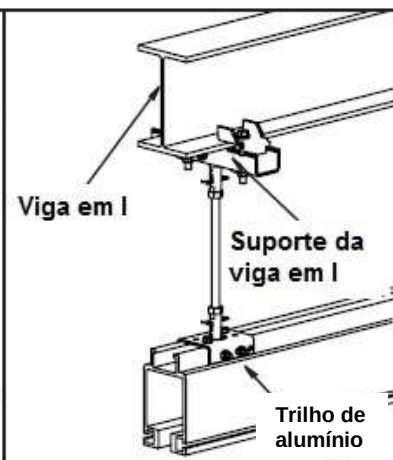

Figura 3-34
- Etapa 3. Centralize o suporte da viga em I no flange da viga em I inferior. Consulte a Figura 3-34.